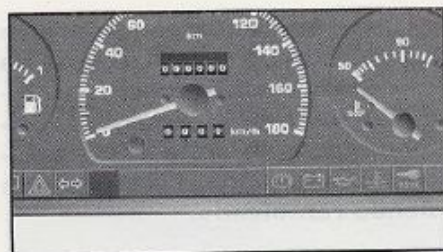

fig. 3
1) Si el sistema reconoce el código, el testigo  - **fig. 3** en el tablero de instrumentos centellea brevemente; el sistema de protección reconoce el código transmitido por la llave y se desactiva el bloqueo del motor. Girando la llave a la posición **AVV** el motor se pone en marcha.